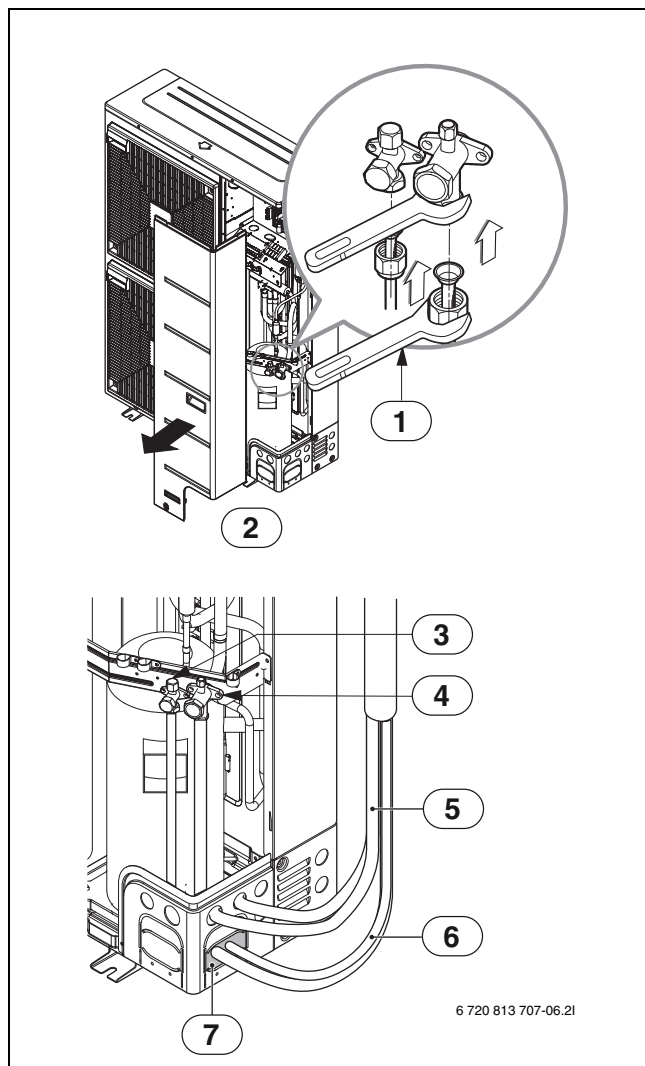

Рис. 23
- Уплотните трубные проходы мастикой или изоляционным материалом (предоставляет заказчик). При этом все отверстия должны быть закрыты (→ рис. 23).